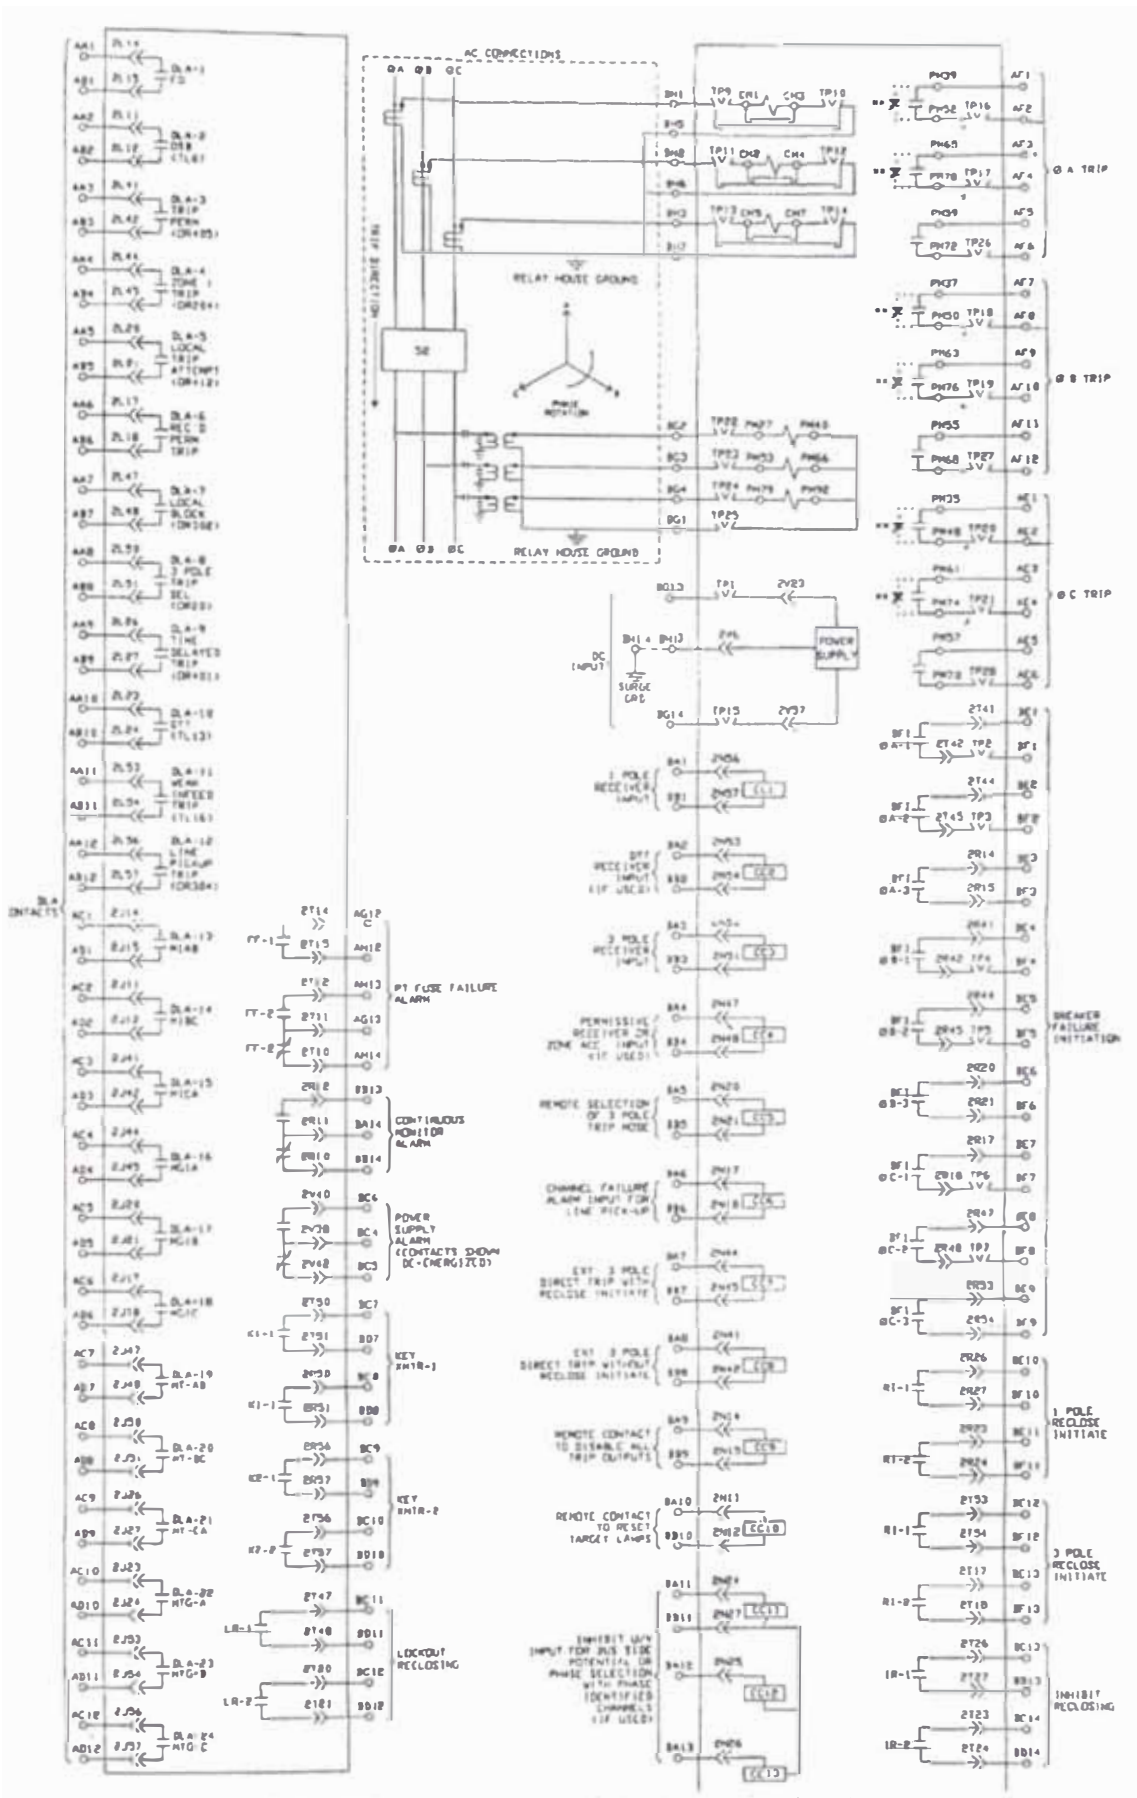

Figura V.7. Conexiones del Peine para el Relé TLS.
- Las conexiones deben hacerse de acuerdo al esquema que se muestra en la figura V.7. Los bornes que corresponden a los circuitos de corrientes deben de cortocircuitarse haciendo un puente entre ellos en el lado del sistema (números rojos 9-10, 11-12, 13-14)